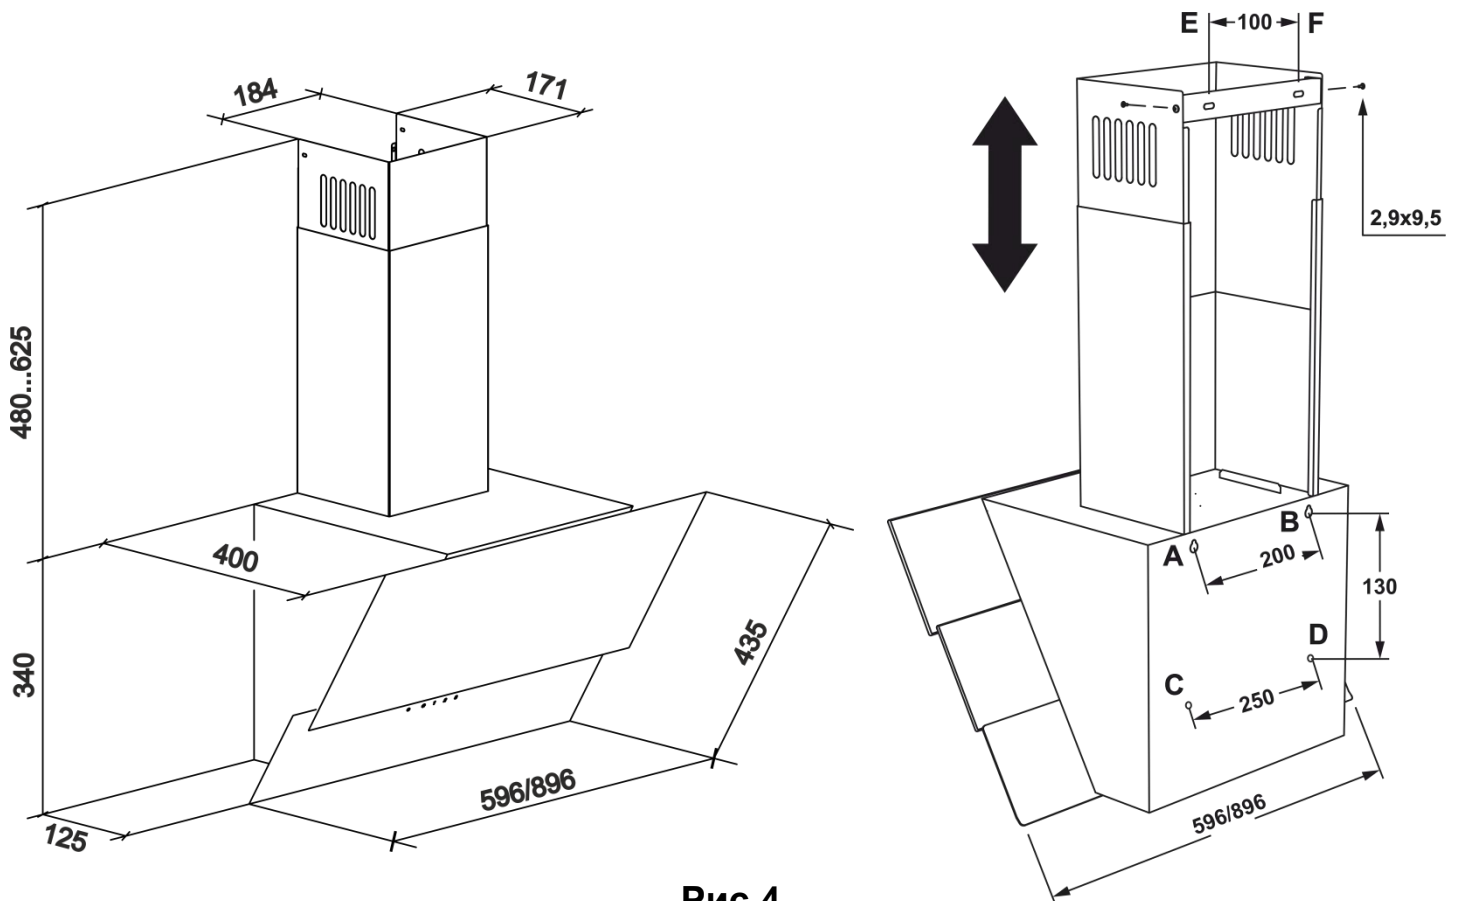

Рис.4
6.4 Проведите разметку крепежных отверстий корпуса на стене кухни. Для этого изготовьте бумажный шаблон с координатами **4-х** отверстий на задней стенке корпуса (**точки А, В, С, D див. схема монтажу**); приложите шаблон к стене на необходимой высоте, указанной ранее, и выровняйте по уровню (**рис.4**).